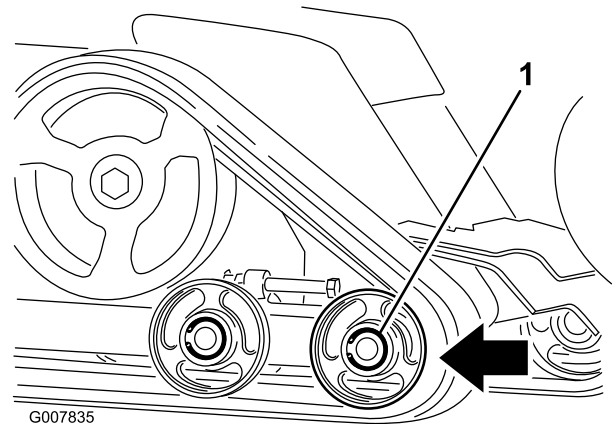

Figure 48
6. Poussez le galet de roulement avant vers l'arrière aussi loin que possible (Figure 48).
8. Lorsque la chenille est déchaussée, déposez-la de la machine (Figure 48).
9. Pour installer la chenille neuve, commencez par l'enrouler autour du pignon d'entraînement, en veillant à ce que les crampons s'engagent correctement entre les entretoises du pignon (Figure 48).
10. Poussez la chenille sous et entre les galets de roulement arrière et central (Figure 48).